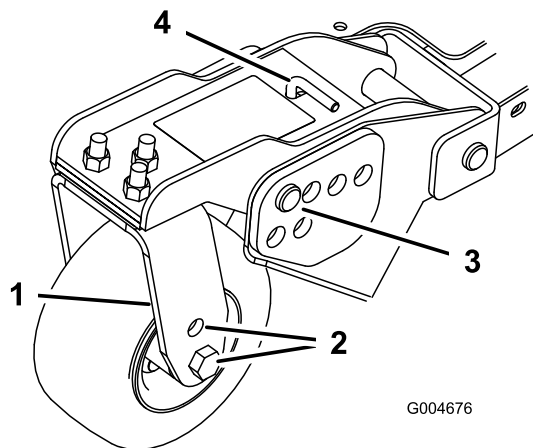
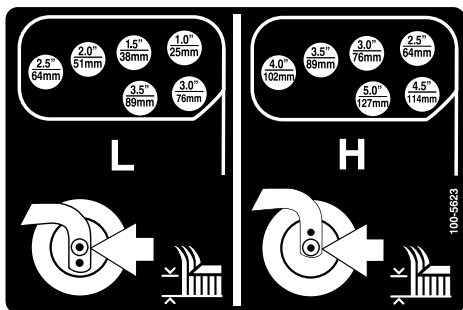

Figura 20
Figura 21
1. Coloque los ejes de las ruedas giratorias en el mismo taladro en todas las horquillas (Figura 18 y Figura 20).
5. Retire la chaveta y los pasadores de los brazos de pivote de las ruedas giratorias (Figura 20).
6. Gire la varilla tensora para elevar o bajar el brazo de pivote hasta que los taladros estén alineados con los taladros seleccionados del soporte de ajuste de la altura de corte en el bastidor de la carcasa de corte (Figura 20 y Figura 21).